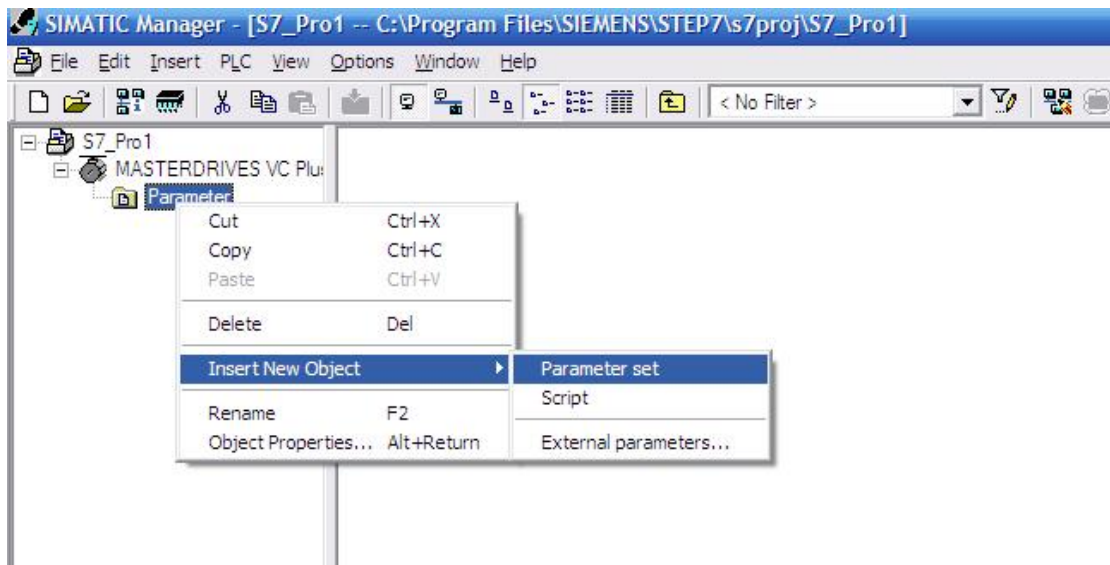

图 4
4) 点击 OK 之后，新建驱动装置完成，在新建的驱动装置上插入 Parameter Set，如图 4
2) 添加新的 Parameter Set，双击打开 Drivemonitor 的调试界面。（过程与 Masterdrive 系列变频器的配置相同，请参考图 4）